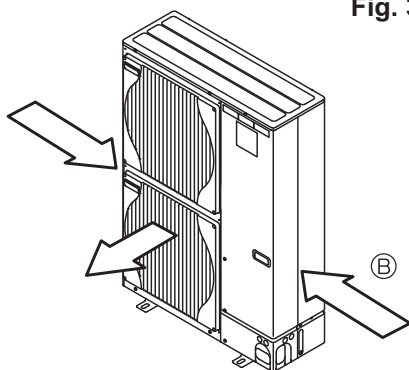

Fig. 3-4
- ③ Placera om det går enheten så att luftutblåset blåser vinkelrätt mot den säsongsbetingade vindriktningen. (Fig. 3-4)